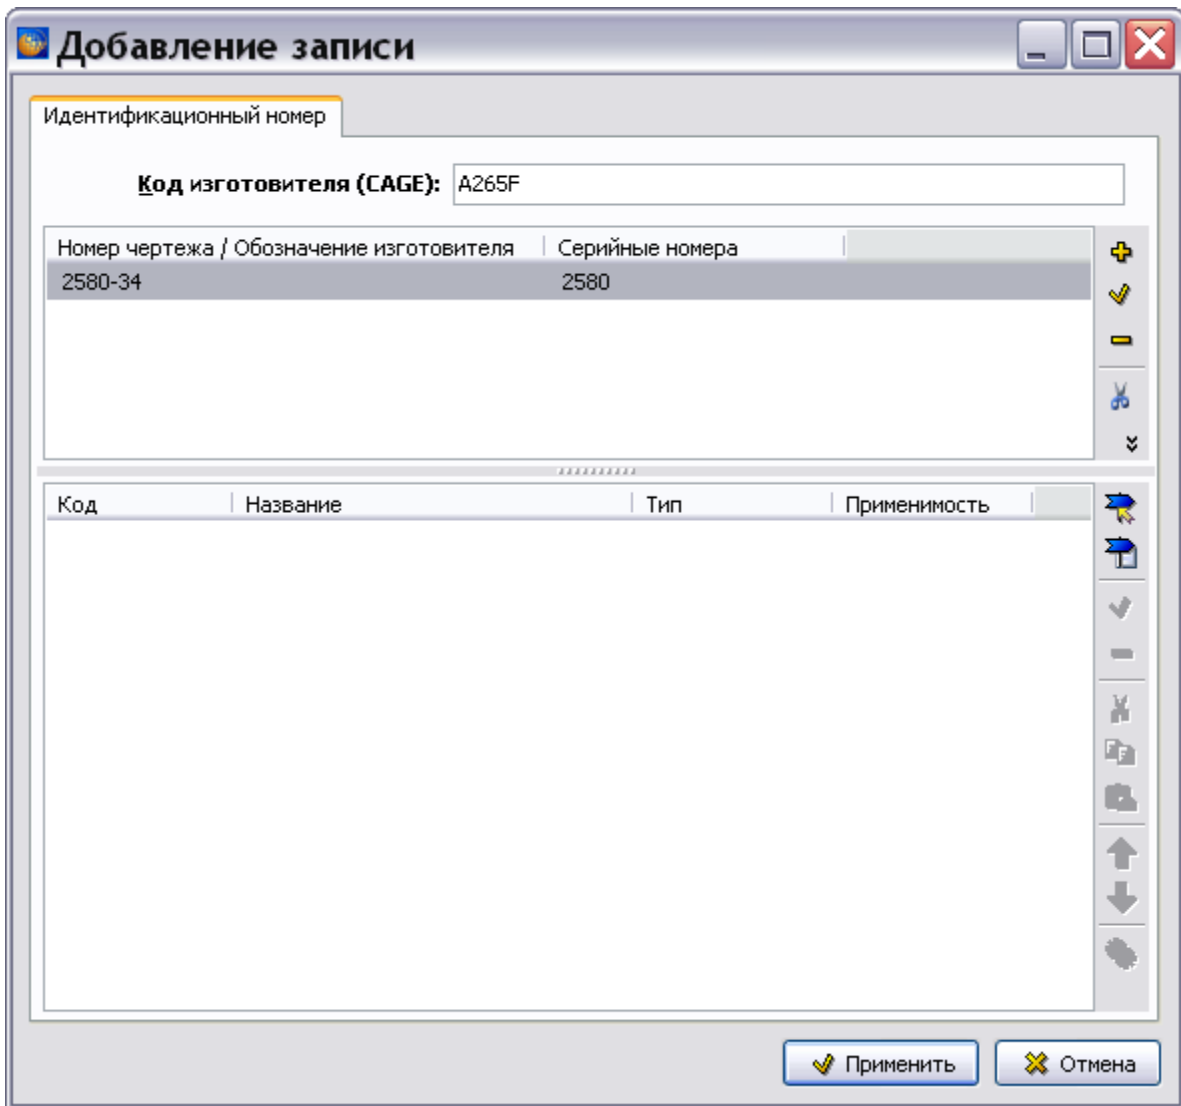

Рис. 7.30
7. После ввода параметров обозначения компонента нажмите на кнопку **Применить** для возврата в окно **Добавление записи** для идентификационного номера (Рис. 7.30).